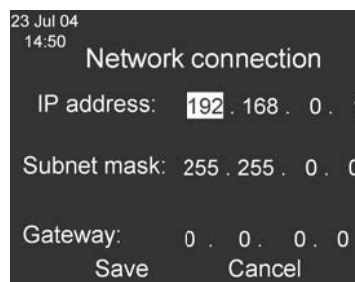

Figura 27: Dirección IP de la conexión de red
3. Leer la dirección IP en la ventana “Network Connection” (Figura 27).